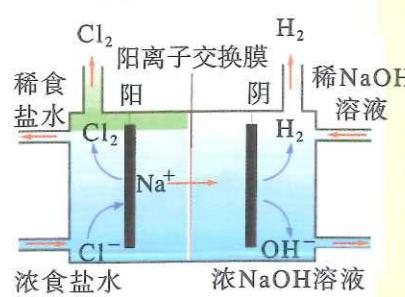

图 1-23 电解饱和食盐水的原理示意图
- 如图1-23所示, 电解池的阴极区和阳极区用阳离子交换膜隔开, 使得阴极区的 OH^- 不能进入阳极区。电解饱和食盐水时为什么要阻止阴极区的 OH^- 进入阳极区?